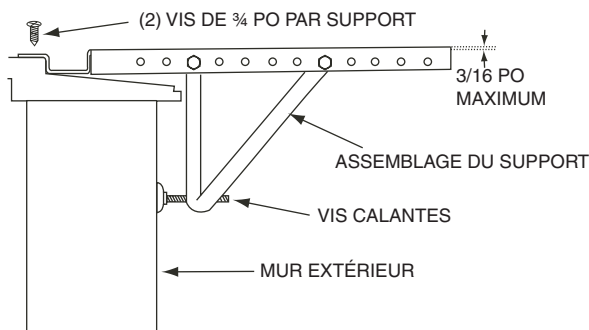
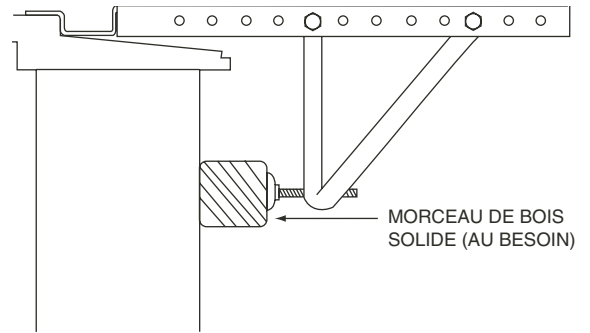

FIGURE 10 — EMPLACEMENT ET INSTALLATION DU SUPPORT
FIGURE 11 — CALE DE BOIS NON COMPRISE
- Testez l'assemblage de support dans la fenêtre. Consultez la Figure 10. Déplacez les équerres de montage, au besoin. Si les équerres de montage sont bien placées, serrez les boulons de l'assemblage. Les vis calantes doivent toucher le mur extérieur. Si les vis calantes sont trop éloignées du mur, il se peut que vous deviez niveler cette zone à l'aide d'un morceau de bois solide. Consultez la Figure 11.
- Placez un niveau de menuisier sur l'assemblage de support. Serrez les vis calantes sur l'assemblage de support jusqu'à ce que le support soit légèrement incliné. Une légère inclinaison est nécessaire pour l'écoulement de la condensation. L'angle d'inclinaison maximal ne doit pas dépasser 3/16 po (0,47 cm). Consultez la Figure 10.